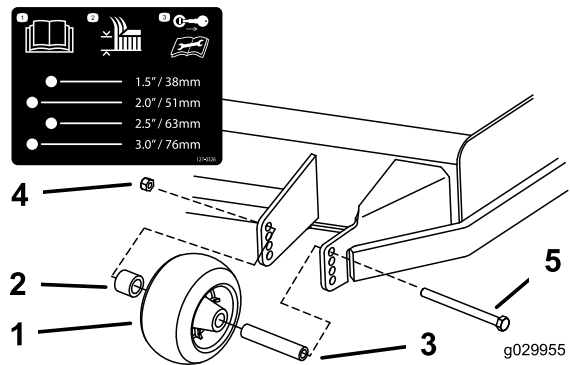

Bild 29
- Stellen Sie die Antiskalpierrollen ein, wie in Bild 29 abgebildet.